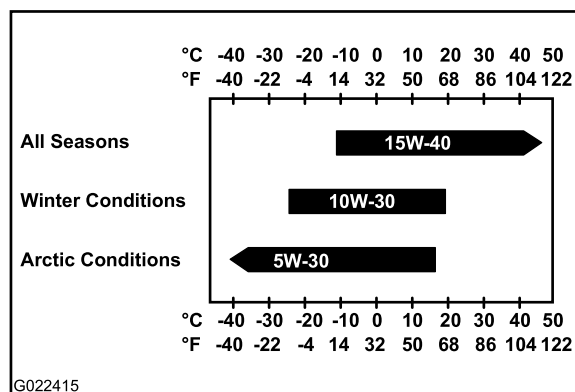

Figure 121
Si l'utilisation d'une huile SAE 15W-40 de classification API CH-4 ou mieux est recommandée pour la plupart des climats, reportez-vous à la Figure 121 pour les viscosités d'huile recommandées pour des climats extrêmes.
**Remarque:** Un usage limité d'huiles à faible viscosité (SAE 10W-30 par exemple) de classification API CH-4 ou mieux est acceptable pour faciliter le démarrage et assurer un flux d'huile suffisant à des températures ambiantes inférieures à -5 °C (23 °F). Toutefois, l'utilisation continue d'une huile à faible viscosité peut réduire la vie du moteur pour cause d'usure (Figure 121).